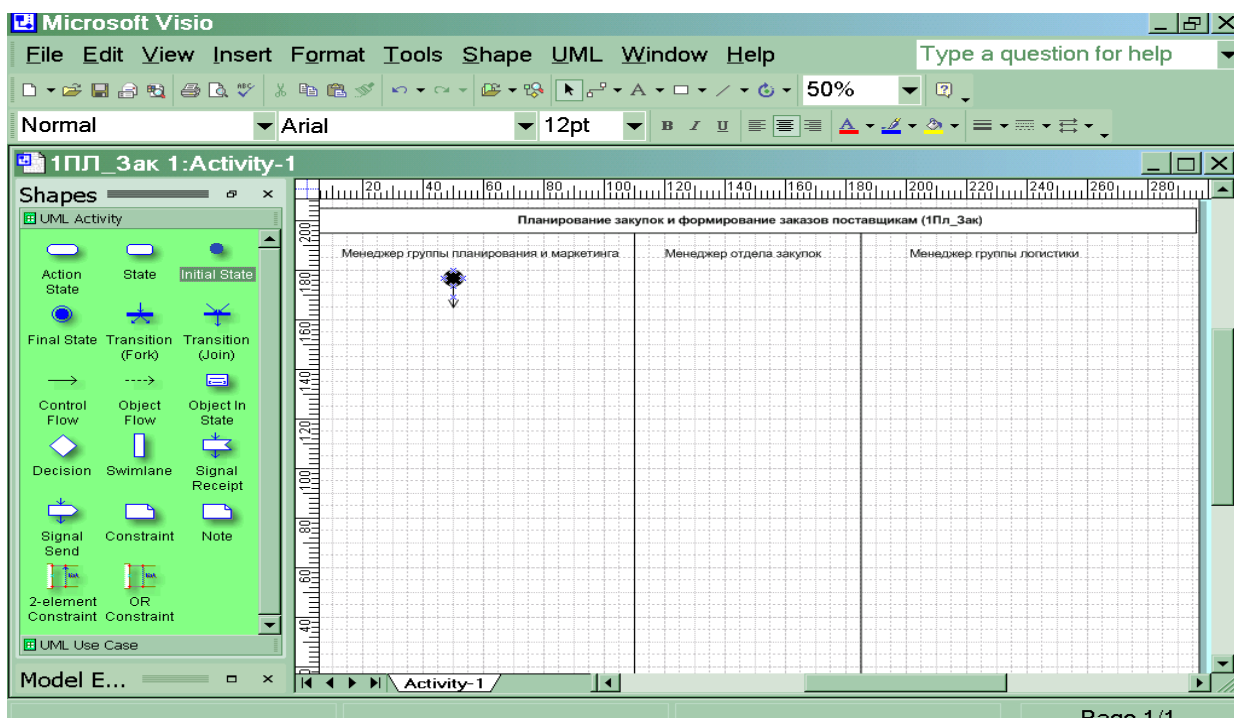

Рис.3 Подготовительная стадия для изображения диаграммы действий
8. Обозначьте на диаграмме начало процесса символом ● «Initial state» и опустите стрелку вниз (рис.3). Работу с графическими формами можно осуществлять только при активированной пиктограмме с изображением стрелки на панели «Форматирование».